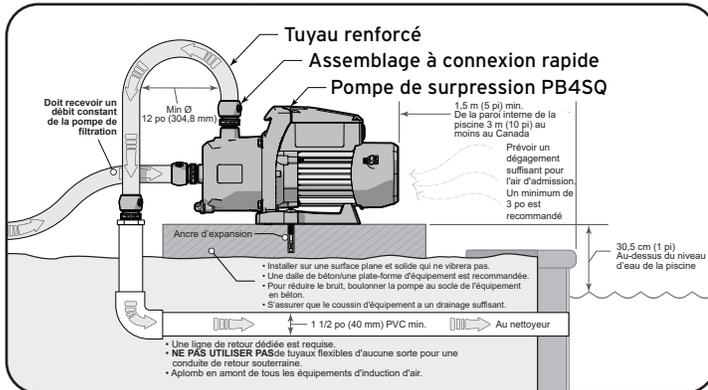

Figure 3. Exigences relatives à l'emplacement
- La pompe ainsi que tout autre équipement de circulation doit être installée à au moins 5 pi (1,5 m) du bord interne de la piscine. Voir Figure 3.
- La pompe doit être placée sur une base solide qui ne vibrera pas. Voir Figure 3.
- Fixer la pompe en la boulonnant au patin de l'équipement. Cela aura également l'avantage supplémentaire d'aider à réduire le bruit des vibrations. Voir Figure 3.
- La conduite de retour devrait être en PVC rigide d'au moins 1 1/2 po (40 mm). Voir Figure 3
- Installer la pompe de surpression à l'intérieur 1 pi (30,5 cm) de la surface de la piscine. Voir Figure 3
2. S'assurer que la pompe est installée et fermement fixée à une fondation solide. Voir Figure 3.